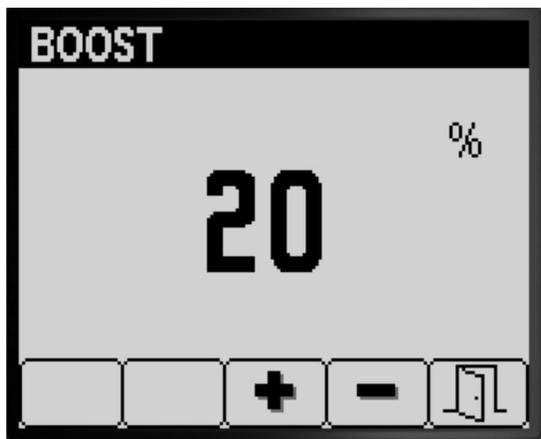

图 9
2. 按 4 号按钮选择 Boost % 喷洒率增强百分比设置图 9。
- 按 3 号或 4 号按钮可设置升高或降低喷洒率增强百分比图 9。